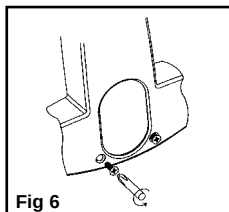
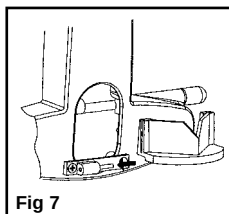

**Fig 6**
**Fig 7**
**A.** Retirez les vis du panneau qui se trouve au dessous de la fenêtre avant en utilisant le tournevis fourni. (fig 6)
1. Adaptez la barre de montage, la broche pointant vers la droite, et ajustez avec les vis retirées à l'étape (A) (Fig. 7). Faites coulisser le miroir d'enseignement, sur la barre de montage. Le miroir d'enseignement peut maintenant être pivoté de haut en bas et vice versa.
1. Retirez les vis comme à la Fig. 6 cidessus. Mettez la barre de montage en place et remontez la vis du côté gauche seulement. Adaptez le miroir d'enseignement comme à la Fig. 7.